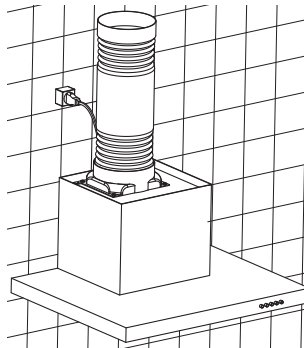

Fig. 30
- Instalar a tomada de alimentação elétrica sob a cobertura da chaminé [Fig.30].